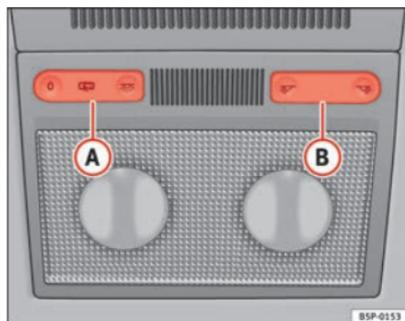
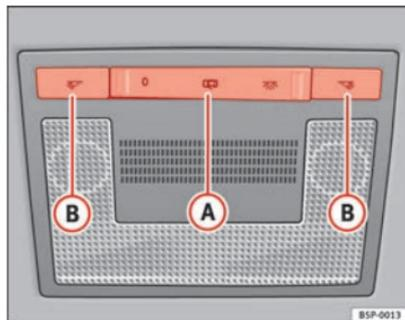

Fig. 81 Rivestimento interno del tetto: luci di lettura anteriori 1
Fig. 82 Rivestimento interno del tetto: luci di lettura anteriori 2
Per accendere una luce di lettura si deve premere il tasto corrispondente ⇒ fig. 81 (B) e ⇒ fig. 82 (B).